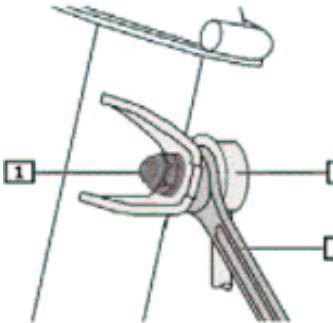
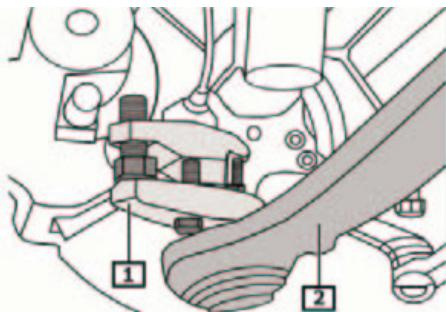

Fig. 1:
Fig. 2:
- **Fig. 1** Mutter(n) – Pendelstütze abschrauben. (1)
- Pendelstütze(n) vom Federbein lösen. (3).
- **Fig. 2** Mit Abzieher den Querlenker vom Achsschenkel abdrücken.
- **Fig. 1** Unscrew the stabilizer link nut(s). (1)
- Disconnect stabilizer link(s) from suspension strut. (3)
- **Fig. 2** Push track control arm away from steering knuckle using the puller.
- **Fig. 1** Tourner l'écrou(s) de la console oscillatoire. (1)
- Desserrer le(s) support(s) pendulaire(s) de la jambe de force (3).
- **Fig. 2** Presser le bras transversal de la fusée d'essieu à l'aide de l'arrache pignon.
- **Fig. 1** Destornillar la tuerca del soporte pendular. (1)
- Soltar soporte(s) oscilante(s) de la pata telescópica. (3)
- **Fig. 2** Retirar brazo transversal de la mangueta presionando con extractor.